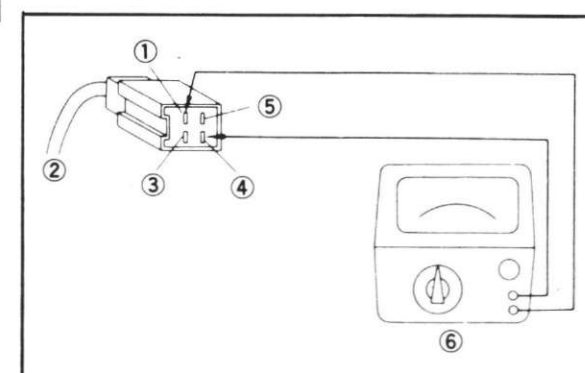

Fig. 6-1-17
(Fig. 6-1-17)
- i. Essai No. 5: raccorder les sondes de l'ohmmètre aux fils brun et noir. (Fig. 6-1-17)
- i. Für die Widerstandsprüfung Nr. 5 sind die beiden Anschlüsse des Ohmmeters mit dem braunen und schwarzen Draht zu verbinden. (Abb. 6-1-17)